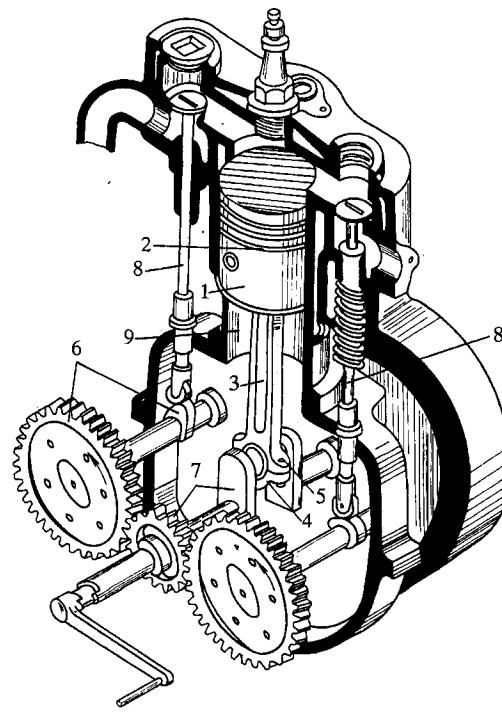

图 0—1 单缸四冲程内燃机
(1)机器是由许多构件组合而成。如图0—1所示是单缸四冲程内燃机,它由气缸9、活塞
(2)机器中的各个构件之间具有确定的相对运动。如图 0—1 所示的活塞 1 相对于气缸 9 作往复移动，曲轴 7 则相对于两端轴承作连续转动。